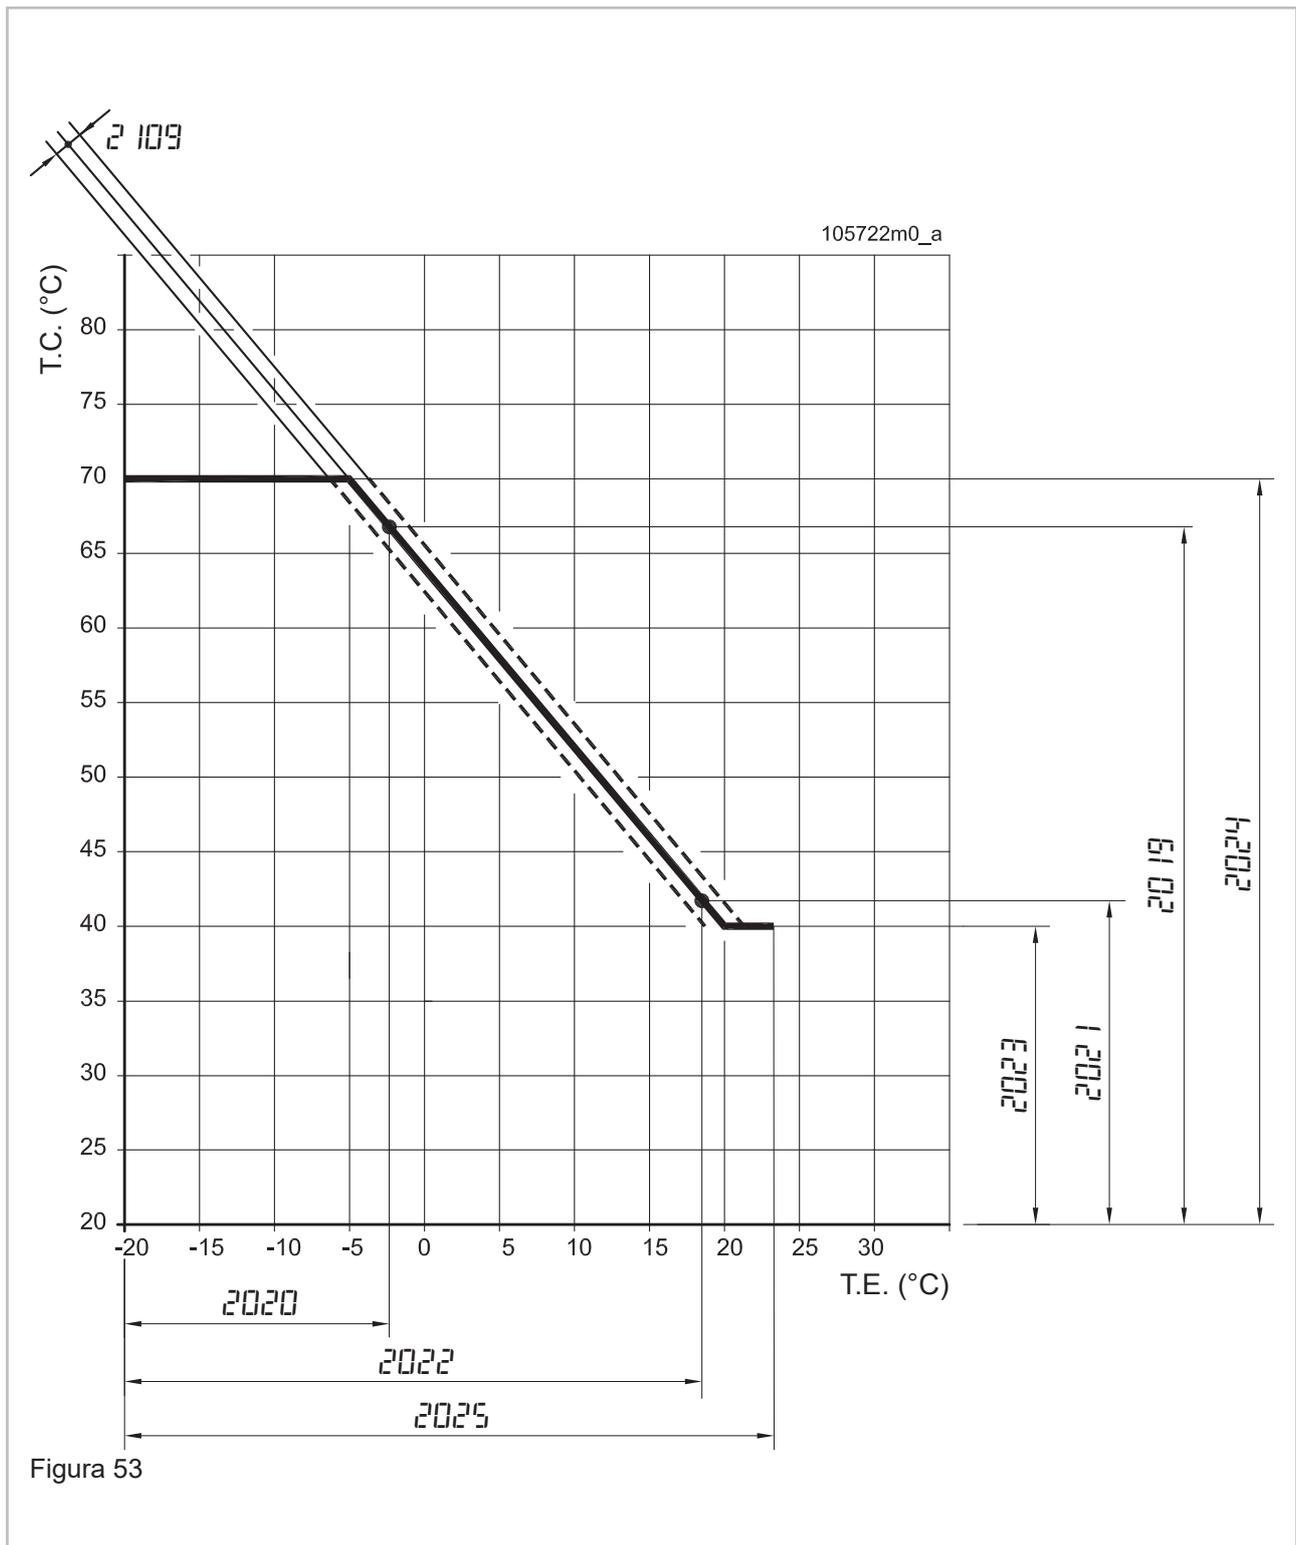

Figura 53
- **2001 = 01**; "Regolazione climatica con TA": Sul display compare l'icona , la temperatura di mandata al riscaldamento viene regolata automaticamente dal sensore della temperatura esterna secondo l'algoritmo corrispondente alla Figura 53. L'apertura e chiusura del termostato ambiente ferma od avvia corrispondentemente la pompa dell'apparecchio. Quando la temperatura esterna sale oltre il valore impostato nel parametro **2025** (Temperatura primaverile di fermo riscaldamento) il servizio riscaldamento termina. Si riavvia automaticamente quando la temperatura esterna scende nuovamente al di sotto del valore impostato nel parametro **2025**. Sarà possibile fare piccole correzioni della temperatura di mandata attraverso il parametro **2109**, come visualizzato in Figura 53.
- **2001 = 02**; "Regolazione climatica con compensazione da TA": Sul display compare l'icona , la temperatura di mandata al riscaldamento viene regolata automaticamente dal sensore della temperatura esterna secondo l'algoritmo corrispondente alla Figura 53. L'apertura del termostato ambiente riduce di un valore impostato nel parametro **2028** la temperatura di mandata al riscaldamento. La pompa dell'apparecchio rimane sempre in funzione. Quando la temperatura esterna sale oltre il valore impostato nel parametro **2025** (temperatura primaverile di fermo riscaldamento), il servizio riscaldamento termina. Si riavvia automaticamente quando la temperatura esterna scende nuovamente al di sotto del valore impostato nel parametro **2025**. Sarà possibile fare piccole correzioni della temperatura di mandata attraverso il parametro **2109**, come visualizzato in Figura 53.
Attraverso l'accesso al "profilo installatore" regolare il parametro **200 1 a 0 1**. La temperatura di mandata riscaldamento viene relazionata al sensore della temperatura esterna secondo l'algoritmo di cui alla Figura 53. Per adattare la retta di calcolo alle varie abitazioni/condizioni climatiche occorre impostare tutti i parametri di regolazione, secondo i capitoli successivi. La temperatura di mandata calcolata è visibile nel parametro **10 12**. È possibile fare degli aggiustamenti della retta attraverso il parametro **2 109** come indicato in Figura 53.
Per procedere ad una corretta impostazione della temperatura di mandata è opportuno impostare immediatamente i valori corretti della retta di Figura 53. Se tali valori non danno un risultato soddisfacente, procedere con le opportune modifiche tenendo in considerazione che:
- Tramite il parametro **2109** è comunque possibile eseguire delle piccole correzioni evidenziate nella Figura 53 ovvero spostare il parallelismo della retta, a passi di 1°C in più o in meno, fino a 10°C.
I valori precedentemente consigliati sono per abitazioni aventi una coibentazione media e per zone climatiche la cui temperatura esterna di calcolo del fabbisogno termico è di  $-5^{\circ}\text{C}$  (con questi dati e per un impianto ad alta temperatura si ha la corrispondenza con il grafico di Figura 53). Nel caso in cui la zona climatica sia differente, regolare il parametro **2020** "Temperatura esterna invernale" in modo da ottenere una temperatura di mandata di  $70^{\circ}\text{C}$  ( $40^{\circ}\text{C}$  nel caso di impianti a "Bassa temperatura") quando la temperatura esterna è quella della base di calcolo del fabbisogno termico.
Tutto funziona esattamente come nei capitoli precedenti relativi alla "Regolazione climatica" con la sola differenza che ora la pompa dell'apparecchio è sempre accesa. L'apertura del contatto del termostato ambiente si traduce in un traslamento parallelo verso il basso della retta (Figura 53) del valore impostato sul parametro **2028** regolabile dal "profilo installatore" (capitolo 7.17).